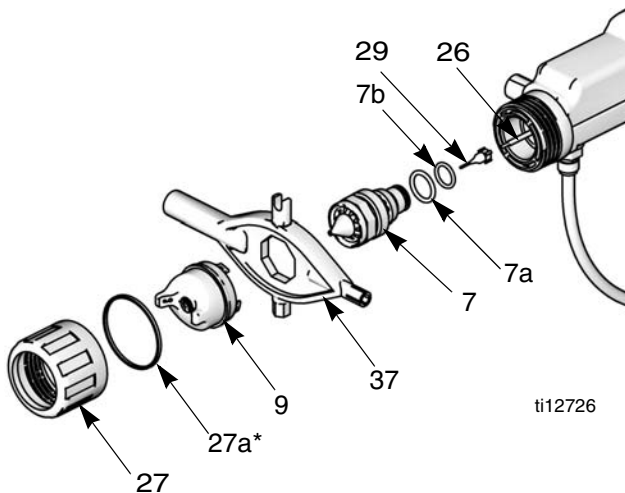

ABB. 13. Austauschen von Luftkappe/Düse
3. Den Haltering (27) und die Luftkappe (9) entfernen. Siehe ABB. 13.
4. Die Pistole nach oben richten und abziehen. Gleichzeitig die Materialdüse (7) mit dem Multifunktionswerkzeug (37) entfernen.
3. Die Materialnadel (29) abschrauben. Das Ende der Dichtungsstange (26) halten, damit sie sich nicht dreht, ABB. 13.